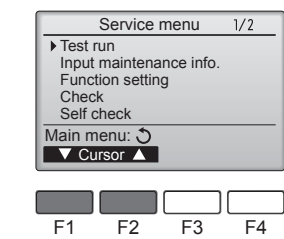

Fig. 7-3
- ③ Sélectionnez "Test run" (Test fonctions) à l'aide du bouton [F1] ou [F2] puis appuyez sur le bouton ④. (Fig. 7-3)